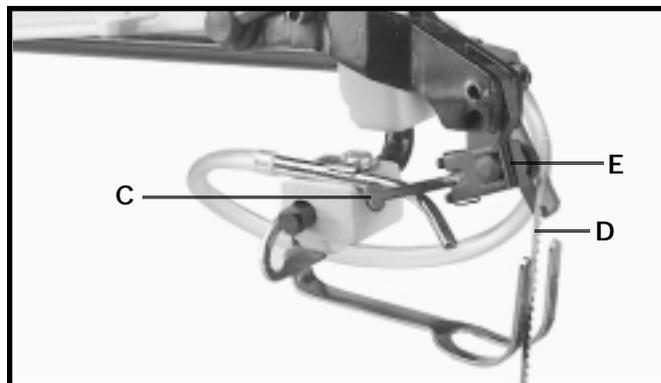

Fig. 23
3. Poussez le levier de verrouillage du porte-lame supérieur (C) fig. 23, vers l'arrière, comme il est illustré. Ceci dégage automatiquement la lame (D) du porte-lame supérieur (E).
8. Poussez le levier de verrouillage (C) fig. 23, vers l'avant pour verrouiller la lame dans l'ensemble du porte-lame supérieur.
1. Déplacez le levier de verrouillage du porte-lame (C) fig. 23, vers la position arrière (ouverte), comme l'illustre la figure.